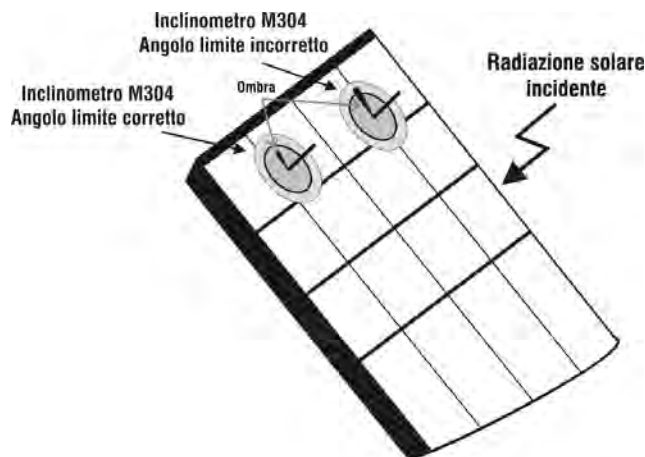

Fig. 8: Posizionamento inclinometro M304
17. Montare lo stelo sul disco dell'accessorio M304 (inclinometro) in dotazione e tenerlo appoggiato sul piano del modulo. **Verificare che l'ombra dello stelo proiettata sul disco cada entro il "cerchio concentrico limite" interno al disco stesso (vedere Fig. 8).** In caso contrario l'angolo tra i raggi solari e la superficie del modulo è troppo elevato e pertanto le misure eseguite dallo strumento **NON** sono da ritenere attendibili. Ripetere le operazioni in altri momenti della giornata.